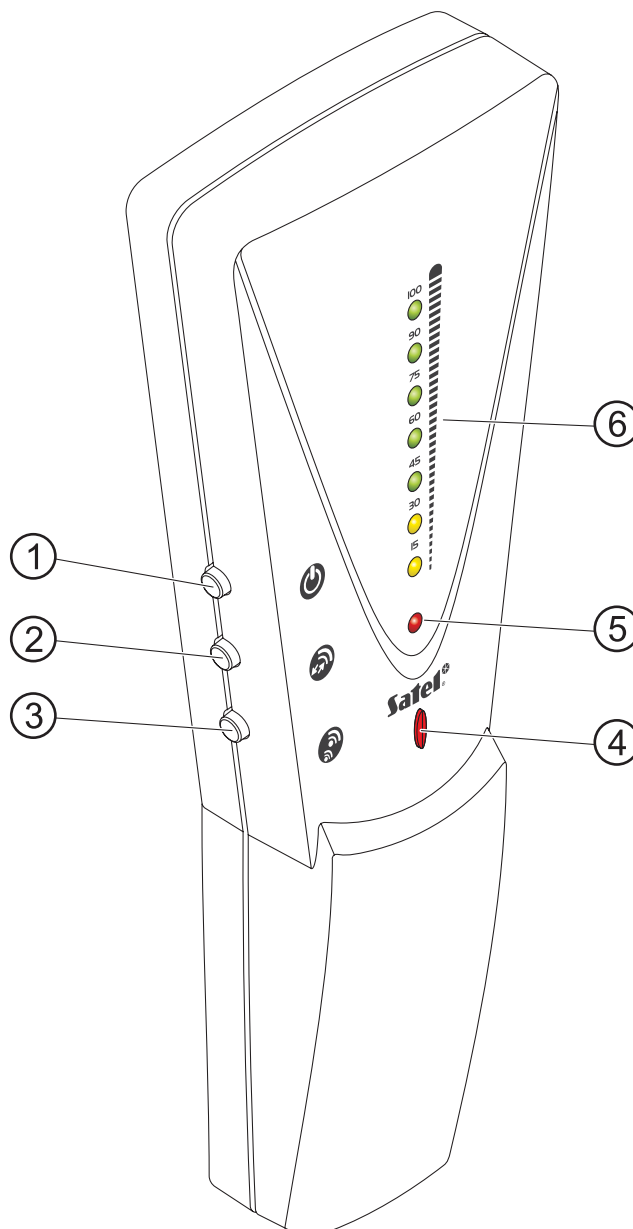

Рис. 1. Вид измерителя.
Пояснения к Рис. 1:
- 2 – **кнопка** (обозначенная ) **позволяет выбрать рабочий режим светодиодного индикатора.** После включения ARF-100 светодиодный индикатор показывает уровень сигнала, принимаемого измерителем от контроллера АСУ-100. Данный режим сигнализируется включением красного светодиода (обозначенного на Рис. 1 цифрой 5). Нажатие кнопки переключает индикатор в режим отображения информации об уровне радиосигнала, принимаемого контроллером от измерителя (красный светодиод начинает мигать). Очередное нажатие кнопки опять переключает рабочий режим светодиодного индикатора.
- 3 – **кнопка** (обозначенная ) **позволяет выбрать режим питания беспроводного устройства, имитируемого измерителем.** Режим питания сказывается на уровне радиосигнала устройства. ARF-100 после запуска имитирует работу беспроводного устройства, питающегося от внешних источников. Нажатие кнопки вызывает переключение измерителя в режим имитации беспроводного устройства с батарейным питанием. В этом режиме светодиод, обозначенный на Рис. 1 цифрой 4, светит красным цветом. Если светодиоды индикатора уровня сигнала были включены, то они погаснут и включатся опять только во время следующего опроса, показывая обновленный уровень радиосигнала. В данном режиме светодиоды светят слабее. Очередное нажатие переключает ARF-100 в режим имитации беспроводного устройства, питающегося от внешних источников. Если кнопку удерживать дольше чем 3 секунды, то ARF-100 переходит в режим **частого опроса** и остается в нем пока кнопка находится в нажатом положении. В режиме частого опроса информация об уровне радиосигнала обновляется каждые 2 секунды. В момент обновления данных об уровне радиосигнала измеритель формирует 2 коротких звука.